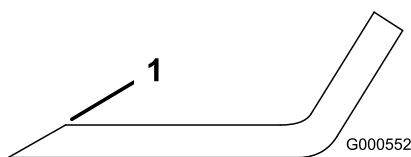

Figura 108
1. Affilate i taglienti da entrambe le estremità della lama con una lima (Figura 108).
Nota: Se la lama non è bilanciata, limate del metallo soltanto dalla costa (Figura 108).